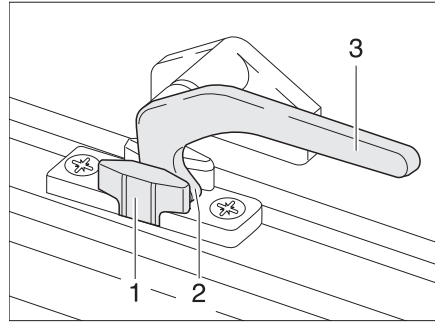
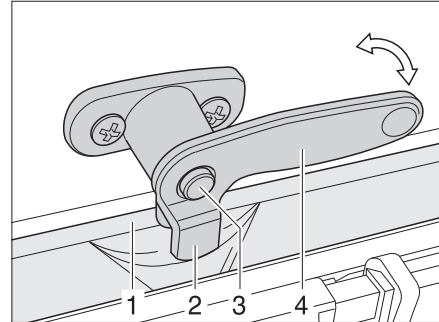

Bild 67 Låsarm i läget "Kontinuerlig väd-ring"
Bild 68 Låsarm med låsknapp i läget "Kontinuerlig väd-ring"
- I läget "Kontinuerlig väd-ring" (Bild 67)
- Tryck på låsknappen (Bild 68,3) om sådan finns och håll den nedtryckt.
- Sväng låsarmen (Bild 67,3) resp. Bild 68,4) ett kvarts varv mot fönstrets mitt.
- Vrid tillbaka låsarmen. Därvid måste låsspaken (Bild 67,2 resp. Bild 68,2) föras in i spåret på fönsterlåset (Bild 67,1 resp. Bild 68,1).